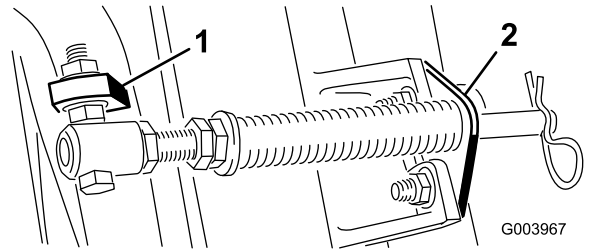

Figura 6
- B. Retire la tuerca con arandela prensada que fija el perno del tubo del muelle a la pestaña del bastidor de tiro (Figura 6). Retire el conjunto.
Nota: Coloque la cabeza del perno en el exterior de la pestaña, según se muestra en Figura 6.
- D. Monte el soporte de la varilla en las pestañas de la unidad de corte con los pernos de cuello cuadrado y las tuercas (Figura 6).